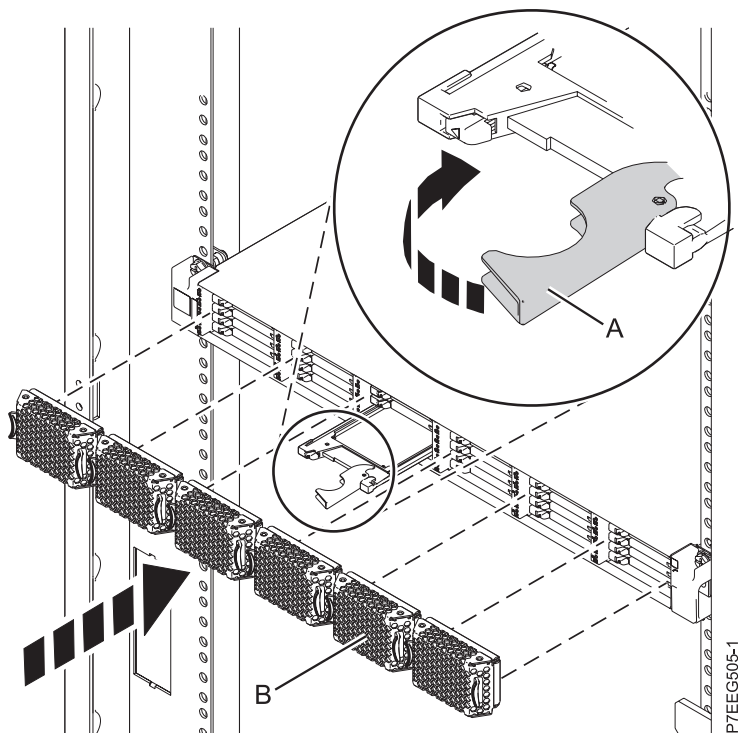

Figura 8. Instalación de una unidad de estado sólido en Alojamiento de almacenamiento PCIe de EDR1
1. Con el asa en la posición de desbloqueo, alinee la unidad de estado sólido con los rieles de guía del alojamiento. Consulte Figura 8 en la página 16,
3. Gire el asa (A) hasta la posición de bloqueo, como se muestra en Figura 8 en la página 16.
4. Instale la placa frontal (B).